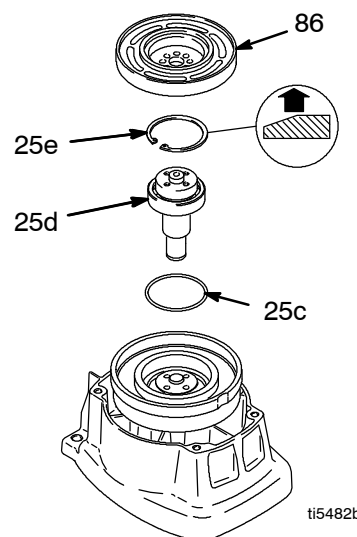

Fig. 6
7. Fig. 6. Rimuovere l'anello di tenuta (25e).